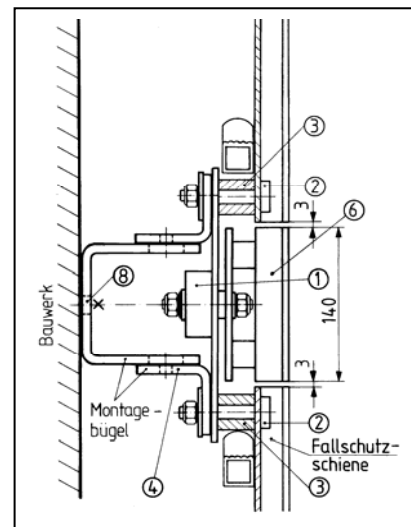

Abb. 2b
- Fallschutzschiene zwischen den Sprossen passgenau 146 mm ausschneiden (Abb. 2b) und mit der Feile nacharbeiten bzw. entgraten.
- Fallschutzschiene genau zwischen der 3. und 4. Sprosse oberhalb der Standfläche passgenau 146 mm ausschneiden (Abb. 2b und Punkt 1.1 beachten) und mit der Feile nacharbeiten bzw. entgraten.
- Montagebügel (4) im Abstand entsprechend der Leitern-Wandbefestigungsbügel einstellen.
- Weiche (1) anhalten und Befestigungsbohrungen an Fallschutzschiene anreißen und \varnothing 11 mm bohren.
- Weiche in Position bringen, ausrichten, Dübellöcher (8) anreißen und bohren.
- Weiche an die Fallschutzschiene mittels Hammerkopfschrauben (2), Distanzstücke (3) und verstellbarem Montagebügel (4) montieren (Abb. 2b).
- Montagebügel (4) mit geeignetem Dübel (8) nach Angaben des Dübelherstellers montieren, dabei Fallschutzschiene (6) genau senkrecht ausrichten und mit 3 mm Luftzwischenraum zur Fallschutzschiene justieren. Dübel festziehen (Abb. 2b).